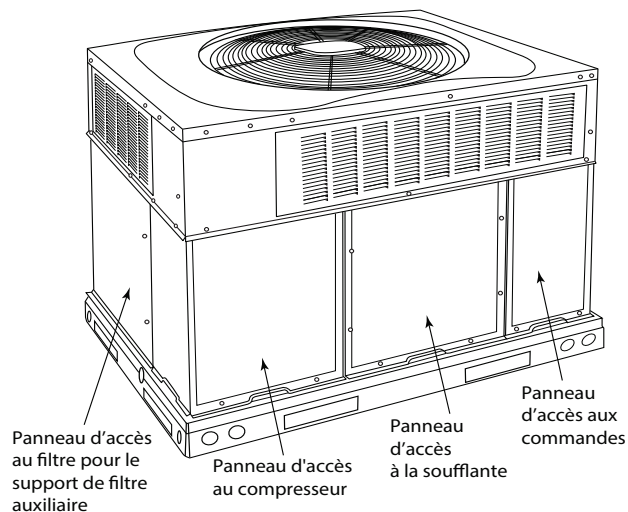

Fig. 2 – Panneau d'accès de l'appareil
Consultez la Fig. 2 pour connaître l'emplacement du panneau d'accès avant de l'appareil. Consultez la Fig. 3 pour connaître l'emplacement du robinet de gaz. Consultez la Fig. 4 pour effectuer les étapes suivantes.
4. Retirez le panneau d'accès de commande au moyen d'un tournevis à douille de 7,9 mm (5/16 po). (Consultez la Fig. 2.)
4. Retirez le panneau d'accès de commande. (Consultez la Fig. 2.)
Pour remplacer ou inspecter les filtres dans un support accessoire de filtre (consultez la Fig. 2) :